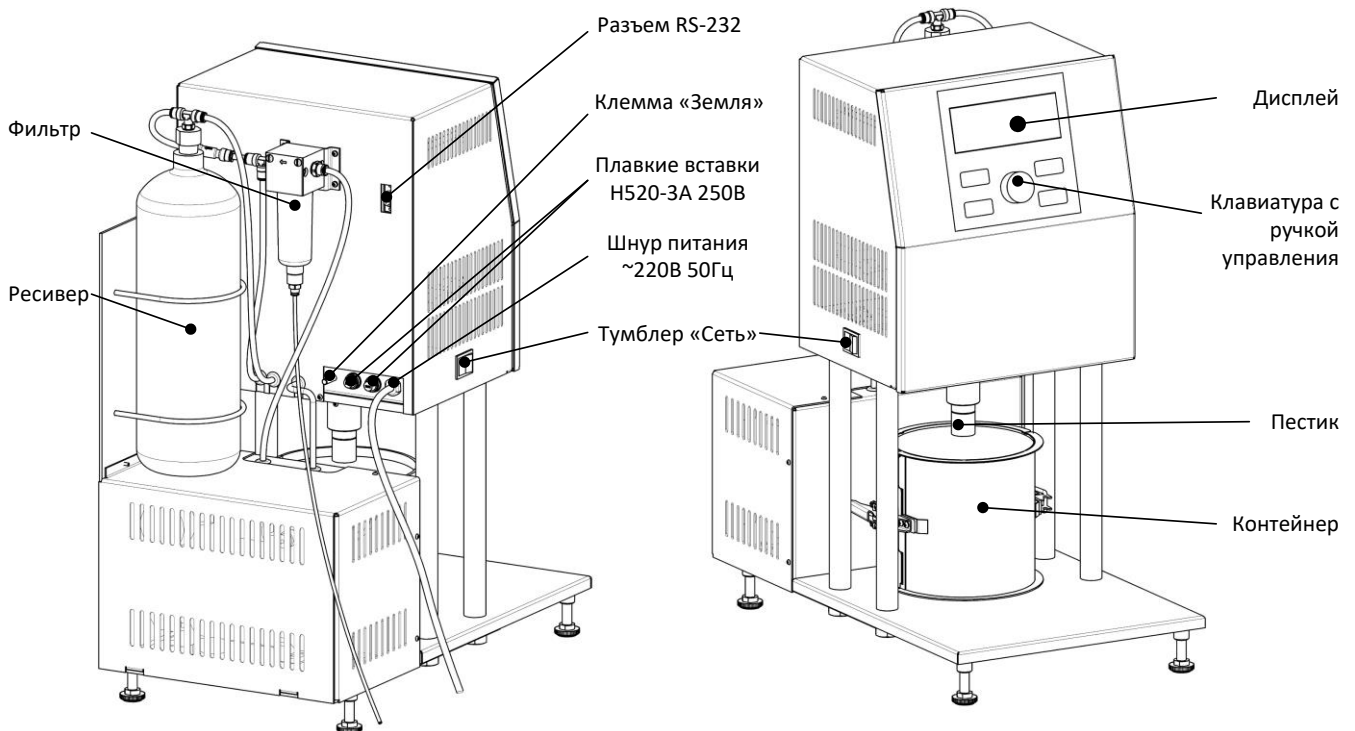

Рисунок 1 – Общий вид аппарата
3.1.2 Допускается подключение аппарата только к евророзетке с заземлением. Дополнительно подключить клемму «Земля» на аппарате (рисунок 1 на странице 3) к контуру заземления.
3.3.1 Подключить аппарат к сети питания, включить его тумблером «Сеть» (рисунок 1 на страни-